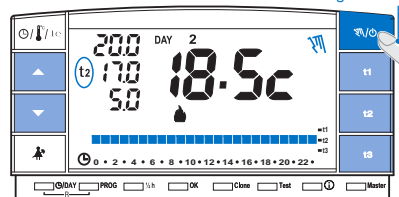

Abb. 47
7.1(B) PERMANENTER MANUELLER BETRIEBSMODUS
- Halten Sie die Taste "⌘/⓪" (etwa 4 Sek.) gedrückt, das Symbol "⌘" bleibt fest eingeschaltet. Die laufende Temperatureinstellung wird auf alle Stunden des Tages angewandt (Bsp. Abb. 47).